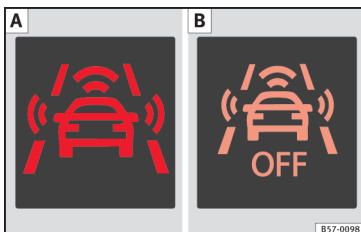

Fig. 161 I kombiinstrumentets display: **A**) Visning af forvarsel **B**) Fodgængerregistrering deaktiveret
Hvis systemet registrerer et muligt sammenstød med en fodgænger, bliver føreren advaret via et akustisk signal og en tilsvarende visning i kombiinstrumentets display » **Fig. 161**.
- Aktiver eller deaktiver funktionen ved at deaktivere Front Assist i Easy Connect-systemet med knappen **(CAR)** og funktionsfladerne **(SETUP)** og **(Fahrerassistenz)** (førerassistenter) » **Fig. 161 B** » **Side 26**.
Hvis fodgængerregistreringen deaktiveres, bliver dette vist i kombiinstrumentets display » **Fig. 161 B**.